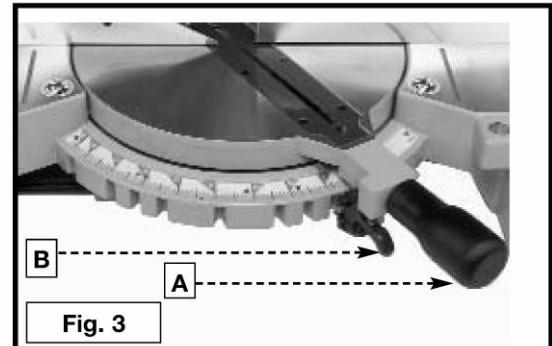

Fig. 3
Afrouxe a alça da trava da bancada um giro ou dois. Eleve a alavanca indicadora (B) Fig. 3. até a posição desejada. Aperte a alça de trava da bancada.